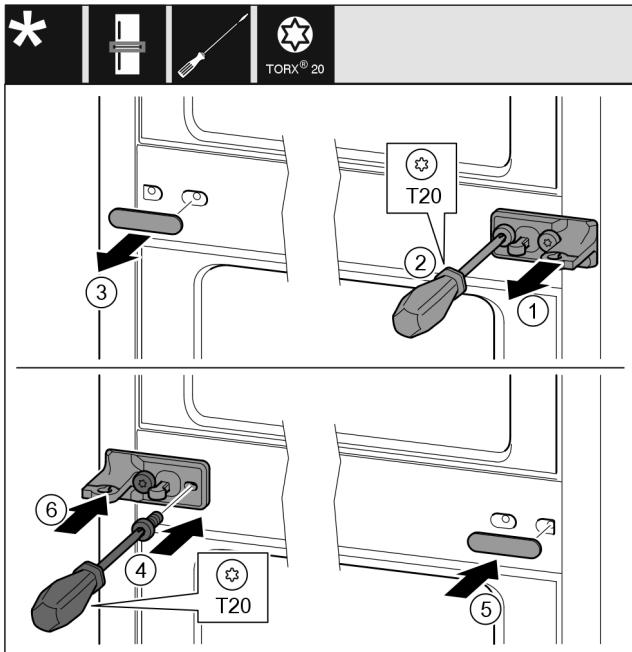

Fig. 13
- Scheibe Fig. 13 (1) abziehen.
- Schrauben Fig. 13 (2) mit Schraubendreher herausdrehen.
- Abdeckung Fig. 13 (3) vorsichtig abziehen.
- Lagerbock mit Folie Fig. 13 (4) um 180° gedreht auf der anderen Seite fest anschrauben.
- Abdeckung Fig. 13 (5) um 180° gedreht auf der anderen Seite anbringen.
- Scheibe Fig. 13 (6) von vorn aufschrauben.